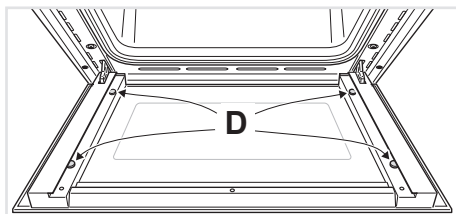

Fig. 4.23
- Verificare che i 4 distanziatori "D" siano nella loro posizione (fig. 4.23).